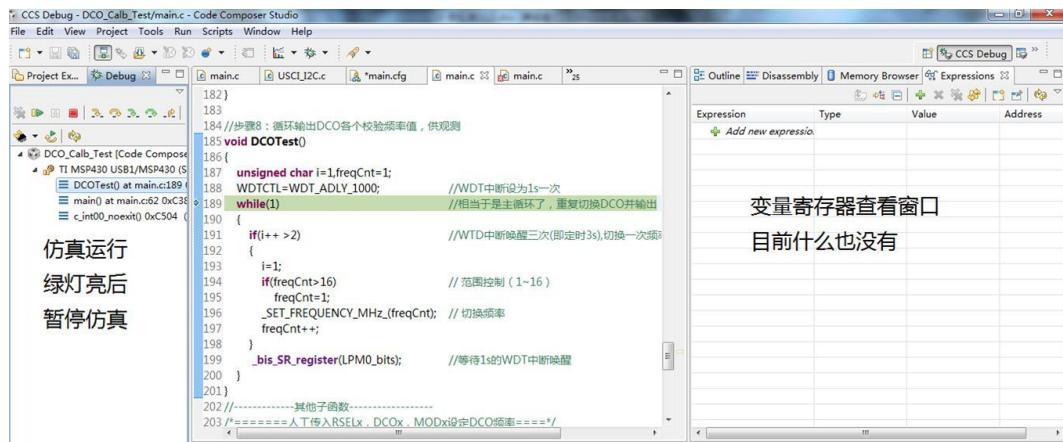

图 22.10 仿真运行一段时间后暂停
1) Debugger 仿真运行一段时间，直到 G2 板上的绿灯亮起，表明校验完成，如图 22.10 所示。